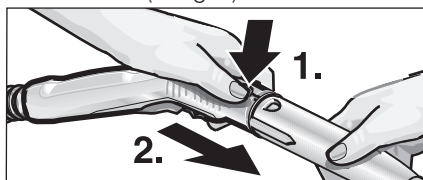

Fig. 5: Ta av tilbehørsdelen
- Når du skal ta av tilbehørsdelen, trykker du på åpneknappene (C3 og G3), og trekker delene fra hverandre (se fig. 5).